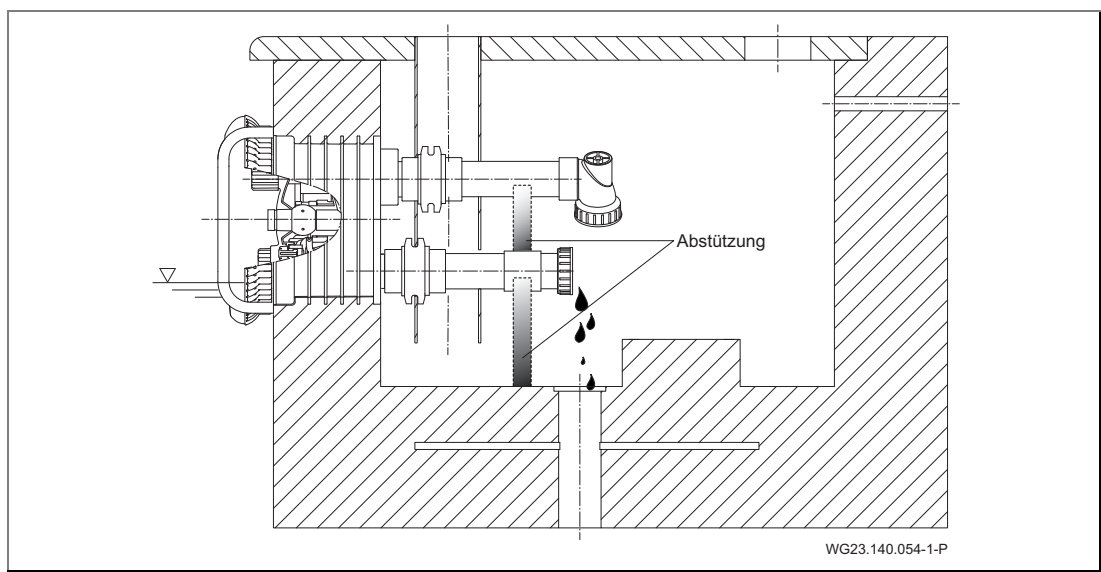

Abb. 27
3. Saug- und Druckleitung durch Abstützung entlasten. Siehe "Abb. 27".